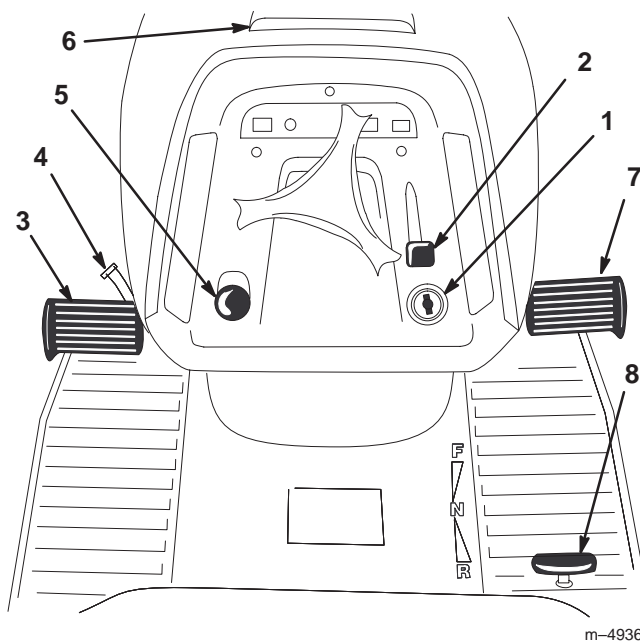

Figure 2
Avant de mettre le moteur en marche et d'utiliser la machine, familiarisez-vous avec toutes les commandes (Fig. 2).
1. Appuyez sur la pédale de frein (Fig. 2) et maintenez-la enfoncée.
2. Tournez le levier de frein de stationnement (Fig. 2) dans le sens anti-horaire et relâchez progressivement la pédale de frein. La pédale doit rester bloquée en position enfoncée.
1. Enfoncez la pédale de frein (Fig. 2). Le levier de frein de stationnement doit se déverrouiller.